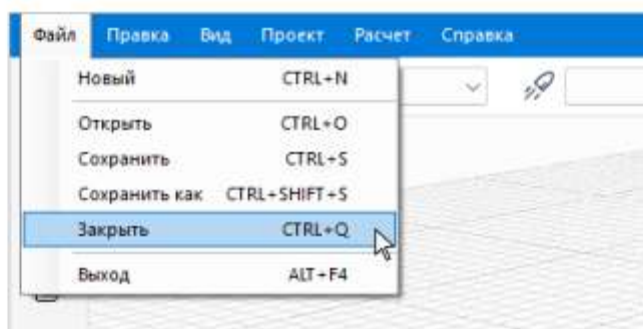

Рисунок 4.4.4 – Заккрытие проекта
- выполнив команду **Файл** → **Закр~~ы~~ть** (см. Рис. 4.4.4);